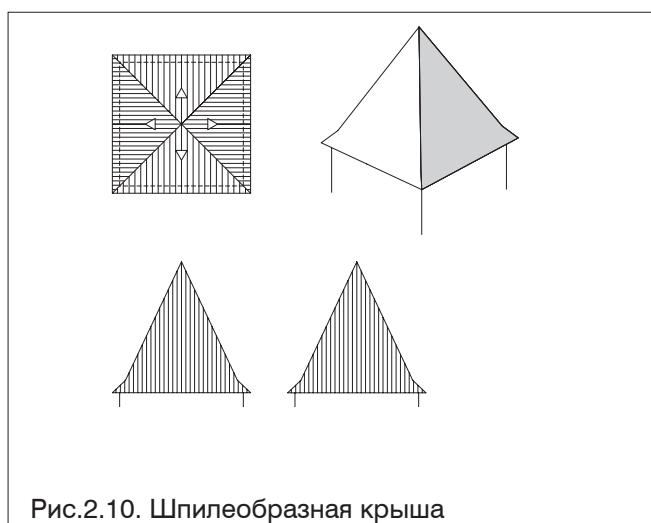

Рис.2.10. Шпилообразная крыша
- **Шпилемообразная крыша** (рис.2.10.) состоит из нескольких крутопадающих треугольных скатов, сомкнутых в вершине.